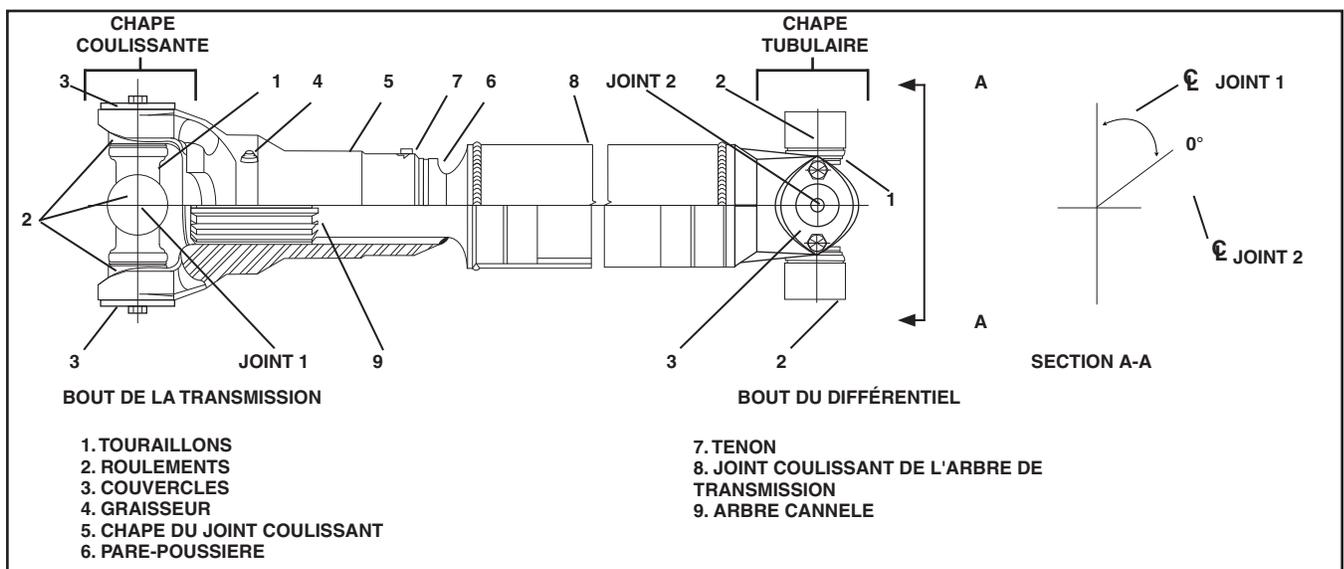

Figure 1- Arbre de transmission
L'arbre de transmission, employé pour transmettre la puissance de la transmission au différentiel, a une section transversale tubulaire et est équipé d'un joint universel renforcé à roulements à aiguilles. Voir Figure 1.
La chape tubulaire au bout de l'arbre couissant forme une partie du joint universel qui relie l'arbre de transmission à la transmission. L'arbre de transmission est cannelé à l'intérieur de la chape couissante tubulaire et à un bout de l'arbre couissant. Un joint d'étanchéité cannelé en caoutchouc est monté au bout de la chape couissante, empêchant l'entrée de la poussière. Voir Figures 1, 3, et 4. À l'autre extrémité de l'arbre de transmission, la chape couissante forme une partie du deuxième joint universel, qui relie l'arbre de transmission au différentiel. Les sections cannelées de l'arbre couissant et de la chape couissante forment un joint couissant cannelé.
**L'arbre du joint coulissant doit être déphasé de 0° par rapport à la chape. Le tenon (Figure 1) permet d'aligner correctement les deux pièces.**